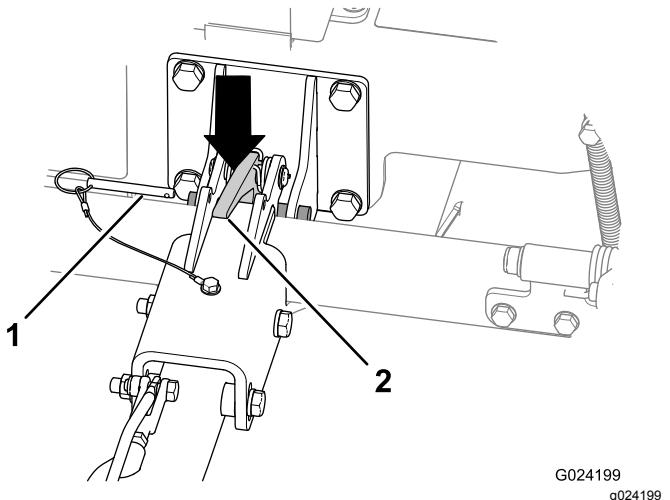

Figura 28
- A. Togliete il perno di bloccaggio (Figura 28).